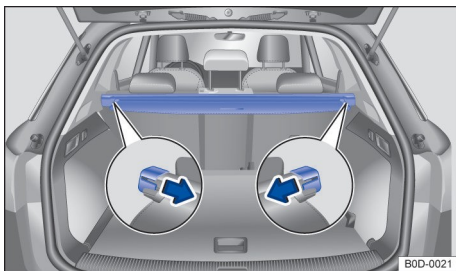

Рисунок 113. В багажнике: свернутая шторка багажника
Нажмите на скобы с обеих сторон шторки и снимите шторку с крепежных пазов в панели обшивки багажника → Рисунок 113.
- Вставьте кронштейны с обеих сторон шторки багажника в фиксирующие пазы на панели обшивки багажника. → Рисунок 113.